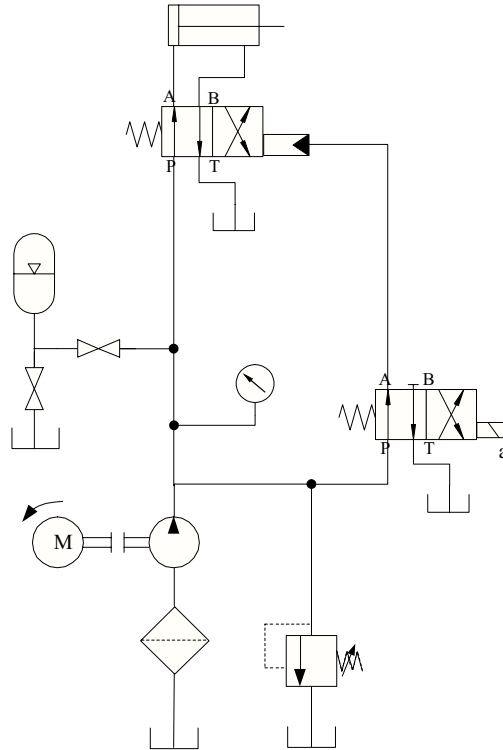

Figura 4.5 Circuito con válvula pilotada
20. Construir el circuito mostrado en la figura 4.5. Cerrar la válvula de alimentación al acumulador.